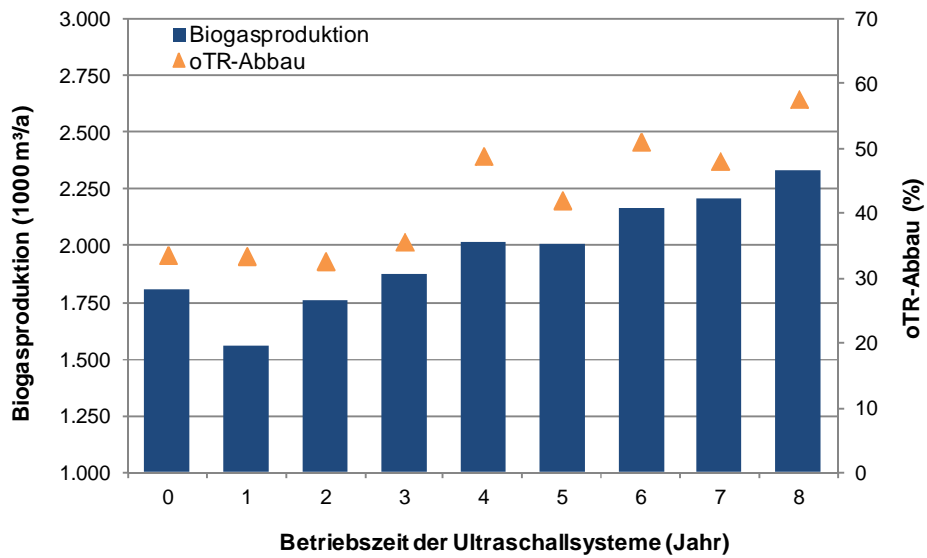

Abbildung 2: Biogasproduktion und Abbaugrad auf der Kläranlage Bamberg
- Intensivierung des Schlammabbaus: oTR-Abbau verbessert sich von 34% auf 58% (siehe Abbildung 2)